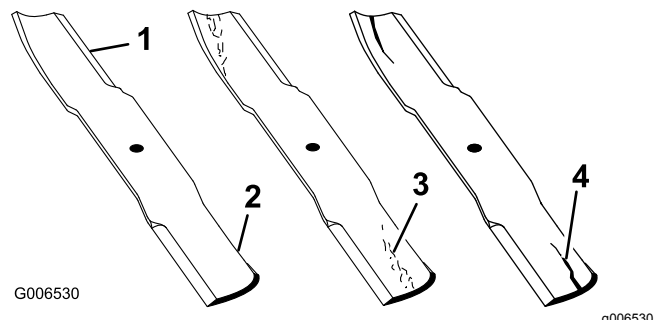

Figure 47
1. Examinez le tranchant des lames (Figure 47).
4. Remplacez immédiatement toute lame fendue, usée ou qui présente une entaille sur cette partie (Figure 47).